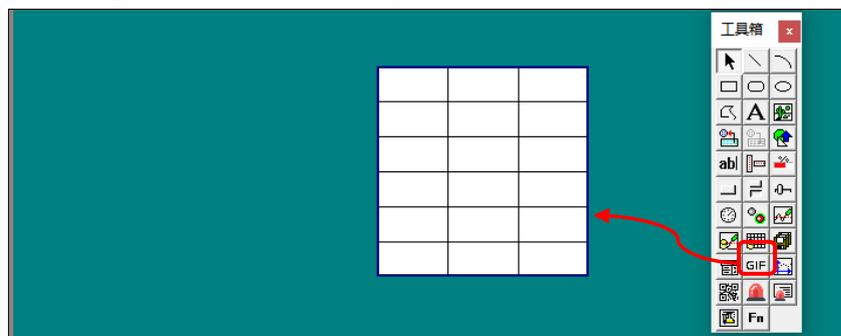

图 5.2-22 绘制报表构件
- ① 新建窗口：使用章节 5.2.2.2 组态的工程，进入工程工作台的“用户窗口”，新建“窗口 1”（注意在“窗口 0”中添加标准按钮构件跳转到“窗口 1”）
- ② 绘制报表构件：双击新建的“窗口 1”进入其组态画面（可按照需要设置“窗口 1”背景色），如图 5.2-22 所示，在工具箱中选择“报表”构件，并绘制。